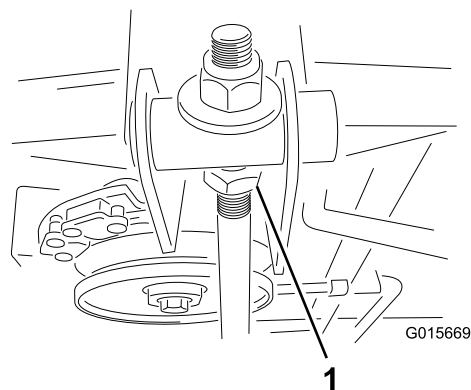

Bild 42
7. Lösen Sie dann die Klemmmutter (Bild 42).